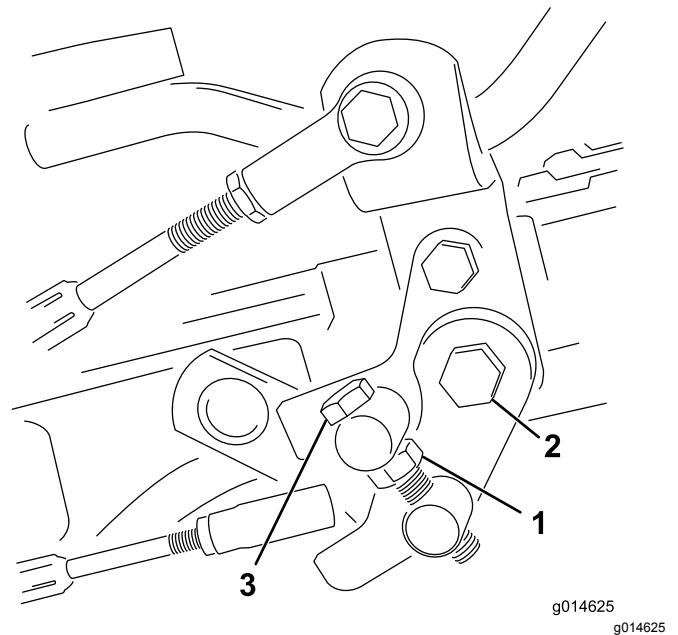

图49
1. 松开枢轴螺栓上的锁紧螺母图49。
4. 上紧枢轴螺栓上的锁紧螺母和踏板枢轴上的螺母锁定调整图49。检查调整情况、并按需要调整。